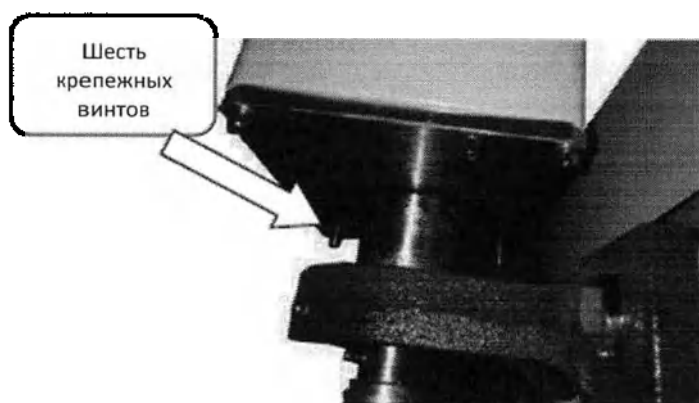

Рисунок 3.
4. После установки направляющей пластины установите колонну, поднимите колонну, вставьте её в отверстие направляющей пластины колонны и зафиксируйте шестью винтами, как показано на рис. 3.